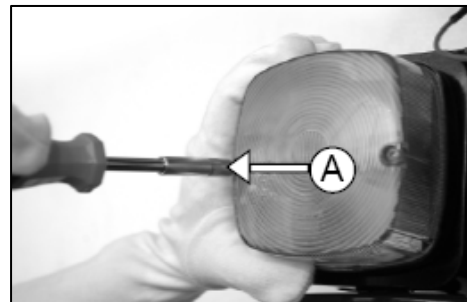

Fig. 142
1. Quite los tornillos (A) (Fig. 142).